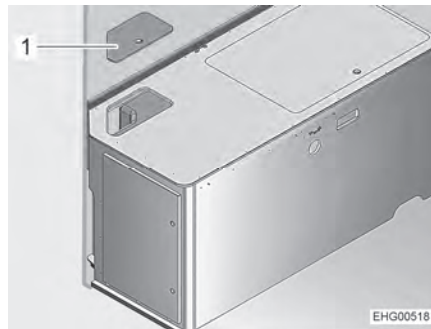

Bild 124 Bettkasten links
- Service-Deckel (Bild 124,1) abnehmen.